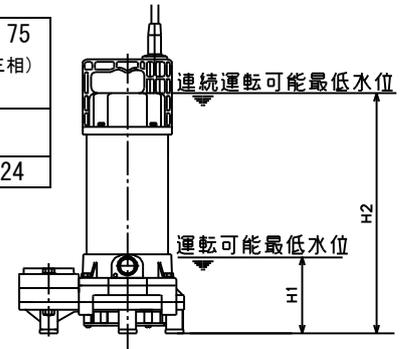

図 4
- (9) 運転可能水位を図 4 に示します。
- (10) 槽内に満水警報の設置を推奨します。当社にて警報盤と水位制御用フロートスイッチを用意していますのでご用命ください。
- (11) 電極棒をご使用の場合は扱液により誤動作を起こす場合がありますのでご注意ください。